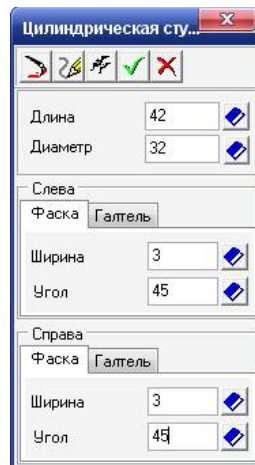

Рисунок 1.22 - Діалогове вікно **Цилиндрическая ступень**
4. оберіть пункт **Цилиндрическая ступень**. З'явиться діалогове вікно **Цилиндрическая ступень** (рисунок 1.22);